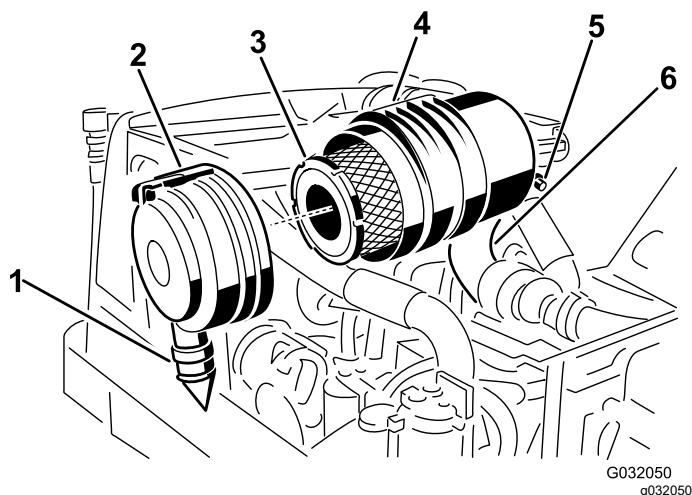

Figura 46
2. Togliete il filtro primario dell'olio (Figura 46).
ore 5 e le ore 7 vista dall'estremità e fissate il fermo (Figura 46).
3. Sostituire il filtro primario dell'olio (Figura 46).